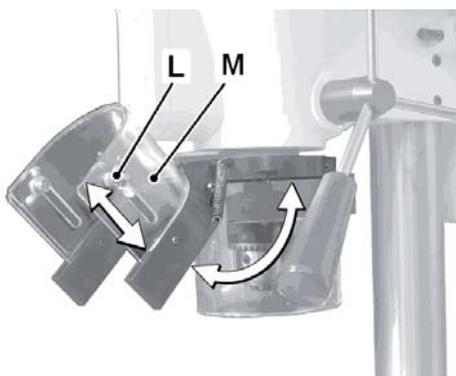

Рис. 4
- После ослабления винта (L, Рис. 4) прозрачную защиту (M) патрона можно опустить вниз.